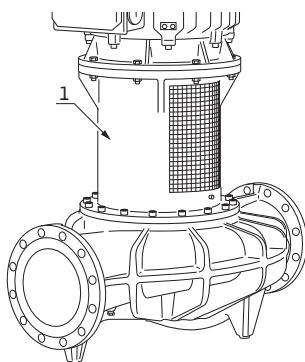

Fig. 36: Locatie van het typeplaatje van de pomp
Het Fig. 36, pos. 1 toont de indeling van het typeplaatje van de pomp.